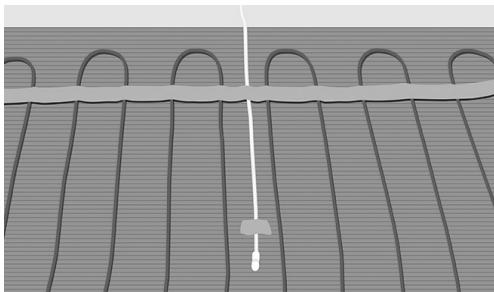

Fig. 13. Plasser røret/sensoren mellom to kabler
11. Installer et tomt rør til gulvsensoren. Sørg for å plassere enden av det tomme røret på samme nivå som varmekablene og mellom to sløyfer, ca. 50 cm fra veggene. Så forsegler du enden av det tomme røret. (Fig. 13).